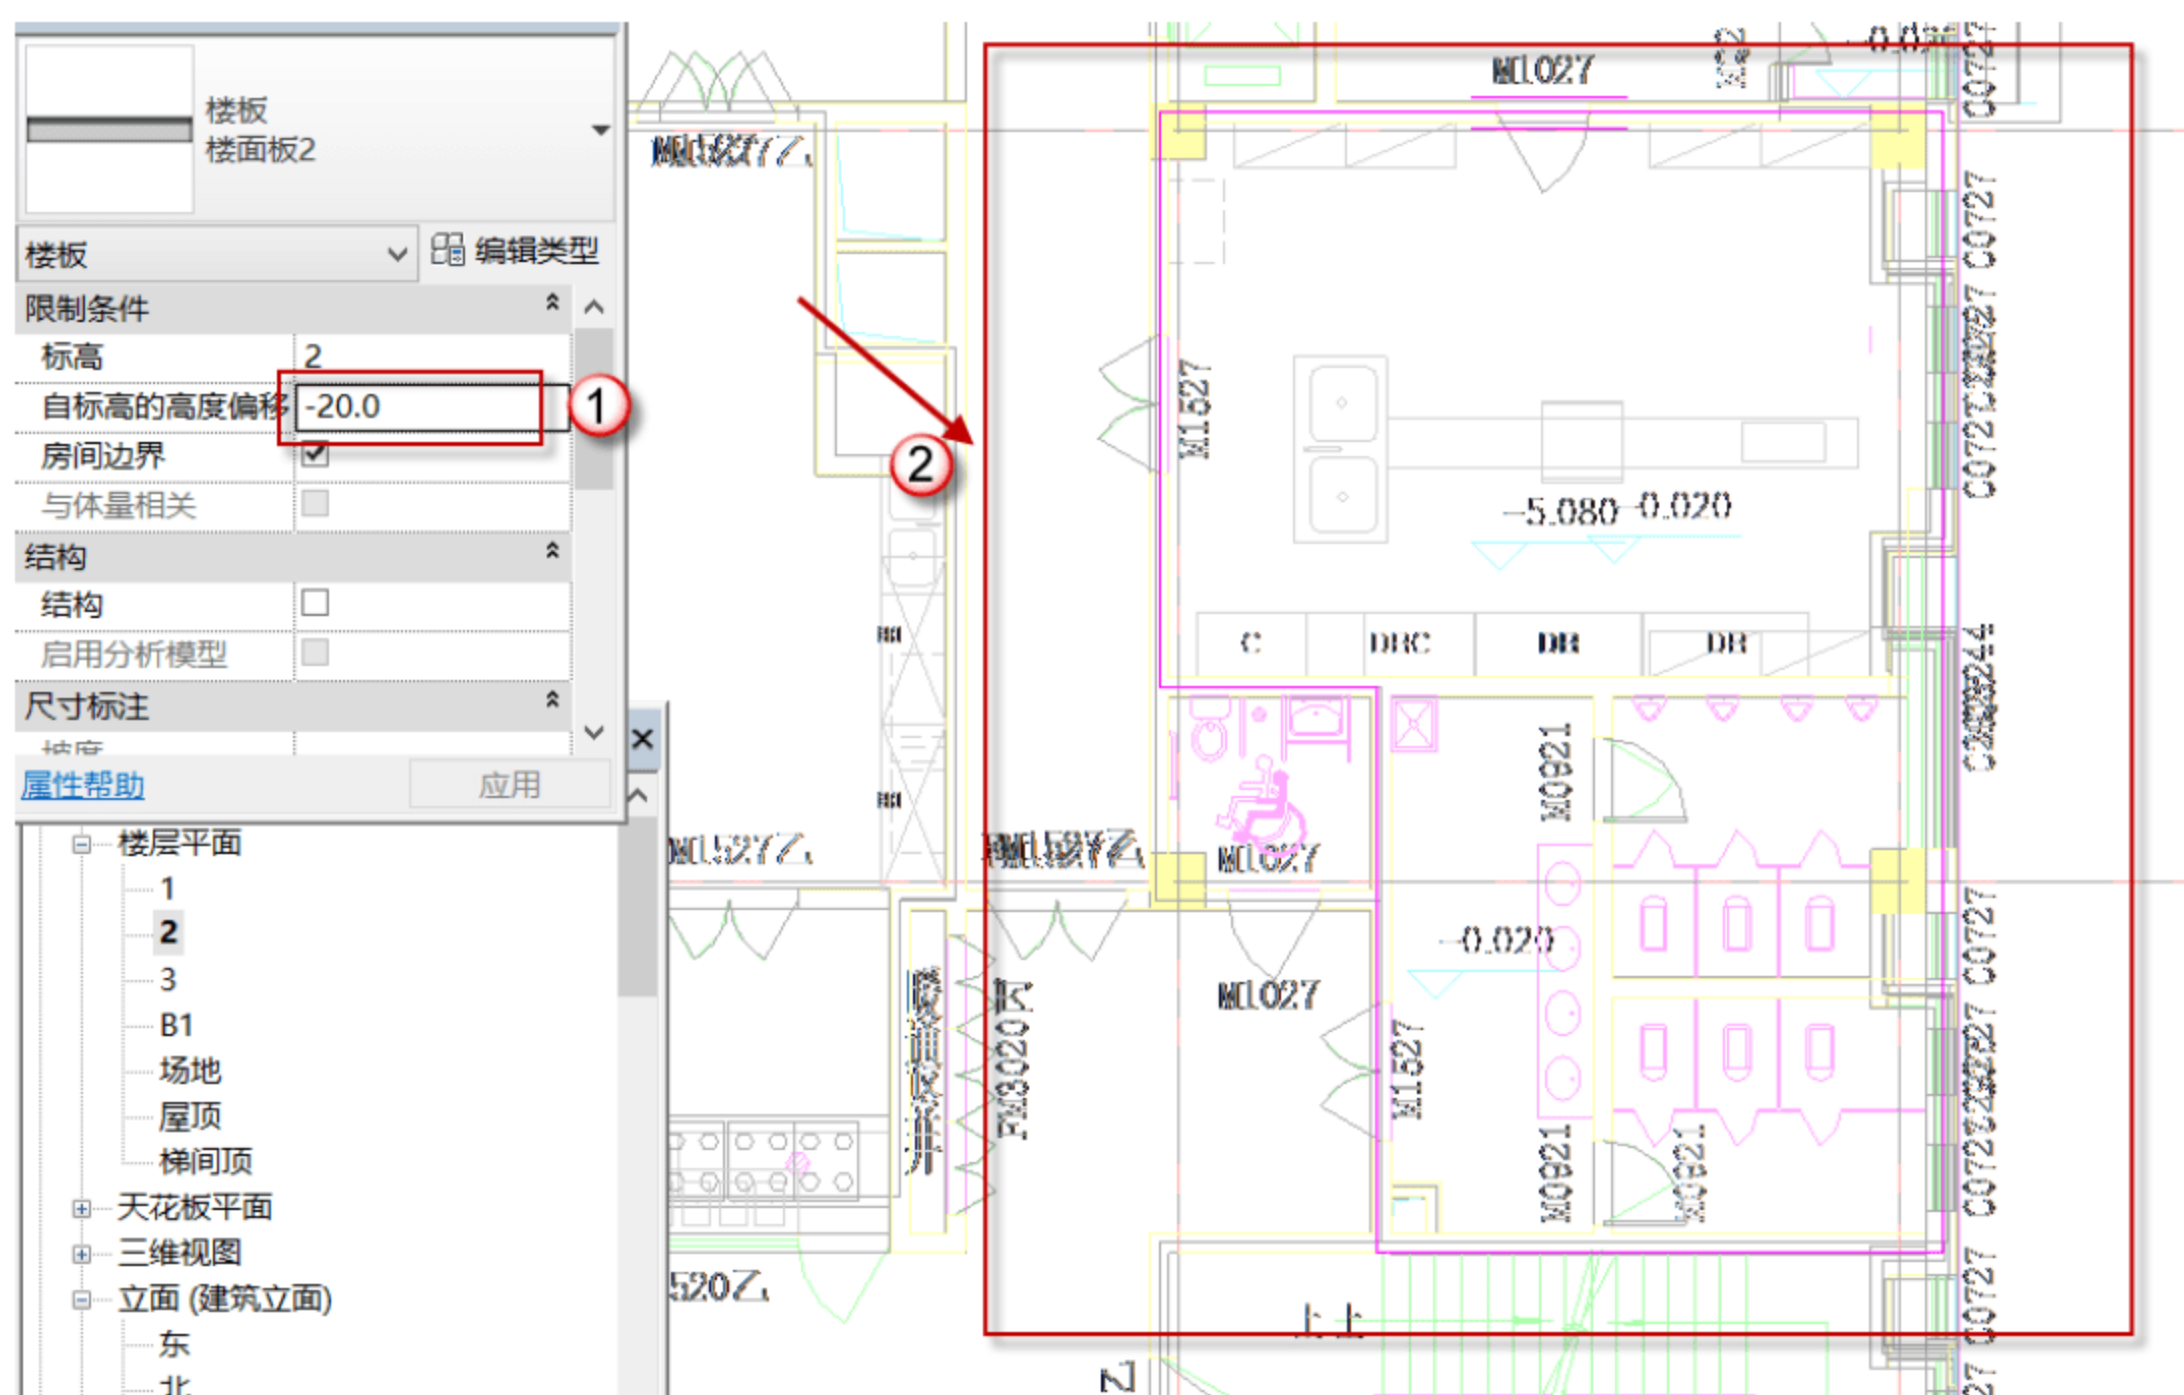

图 11.1.41 绘制部分标高偏移为“-20”的二层“楼面板 2”
- (7) 10 轴到 11 轴之间与 D 轴到 F 轴之间标高为“-20”的“楼面板 2”的绘制。选择“建筑”→“楼板”→“建筑楼板”→“楼面板 2”命令，标高为“2”层，将标高改为“-20”，选用“直线”工具绘制，绘制路径如图 11.1.41 所示，绘制完成后，单击模式选项面板的√